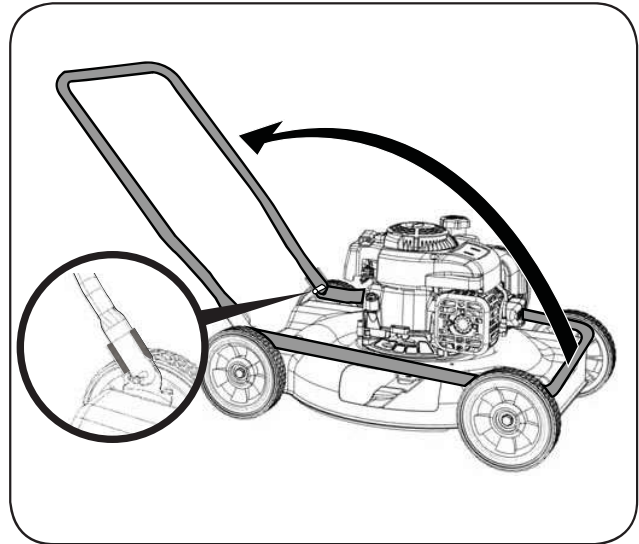

Figura 2
3. Alinee cada lado de pendiente de calibre con el objeto vertical (consultar Figura 1 and Figura 2).
4. Ajuste el pendiente de calibre arriba o hacia abajo hasta los toques esquina izquierda el pendiente (consultar Figura 1 and Figura 2).
5. Si hay un espacio par debajo de la pendiente de calibre, el pendiente es demasiado escarpado por operación segura (consultar Figura 2 above).
1. Si bien la estabilización de cortacésped por lo que no se mueve, pivote manija inferior (Figura 2).